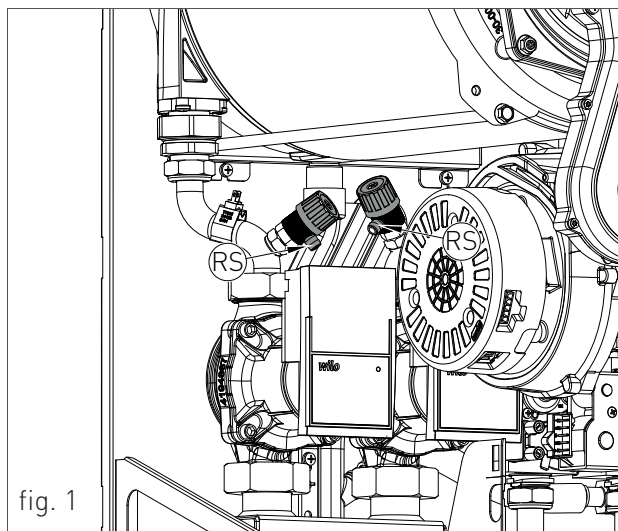

fig. 1
- › ruotare il rubinetto di scarico RS del generatore (fig. 1) e se presenti, del compensatore idraulico e dei collettori dell'impianto;